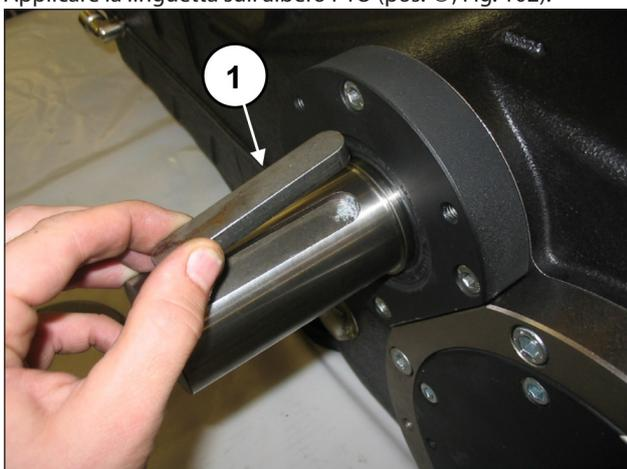

Fig. 102
Applicare la linguetta sull'albero PTO (pos. ①, Fig. 102).